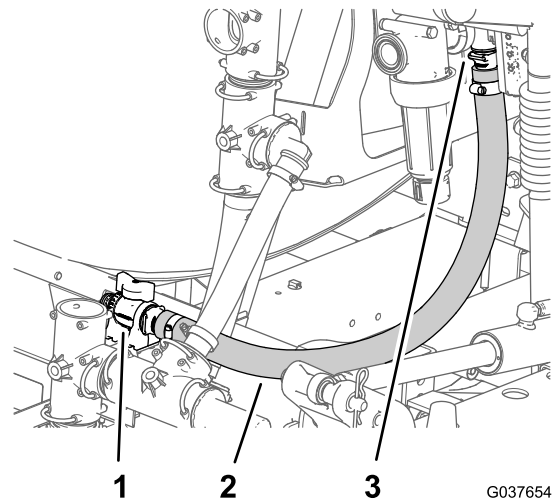

Рисунок 55
2. Проложите шланг к дроссельному клапану перемешивания (Рисунок 55).